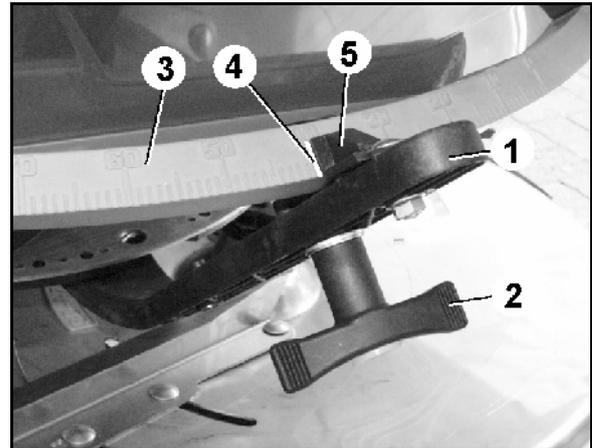

Fig. 64
El ajuste de la cantidad se realiza entonces por medio de la palanca reguladora (Fig. 64/1) siguiendo la tabla de dispersión.
2. Soltar el tornillo de mariposa (Fig. 64/2).
3. Localizar en la escala la posición apropiada de las correderas (Fig. 64/3).
4. Posicionar los indicadores (Fig. 64/4) de las dos palancas de regulación (Fig. 64/5) en este valor de la escala.
6. Apretar el tornillo de mariposa (Fig. 64/2).